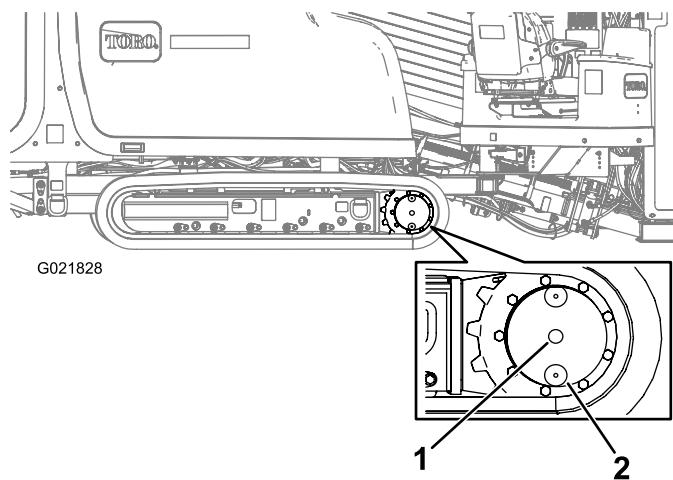

Рисунок 133
2. Очистите поверхность вокруг контрольной пробки уровня масла с помощью очищающего растворителя (Рисунок 133).
3. Отверните контрольную пробку уровня масла (Рисунок 133).
- Очистите поверхность вокруг контрольной пробки уровня масла (Рисунок 133).
- Поверните планетарный редуктор так, чтобы пробка маслосливного отверстия находилась прямо под контрольной пробкой уровня масла (Рисунок 133).